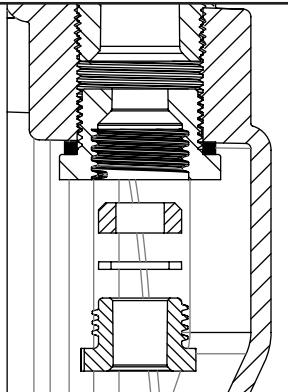

FIG. 7
4. Para ligar o projetor à rede elétrica deve introduzir o cabo através do bucim do nicho. Aperte a porca do bucim até se assegurar de que ao puxar o cabo com a mão este não cede (Fig. 7).